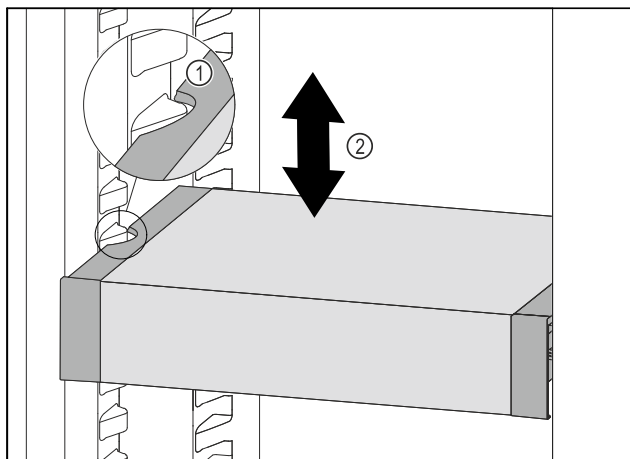

Fig. 88
- ▶ VarioSafe vucite prema naprijed sve dok se bočni otvori VarioSafe ladice ne nađu na visini žlijeba spremnika u hladnjaku. Fig. 88 (1)
- ▶ Pomičite ladicu VarioSafe u hladnjaku prema gore ili dolje sve dok ne dosegnete željenu visinu. Fig. 88 (2)